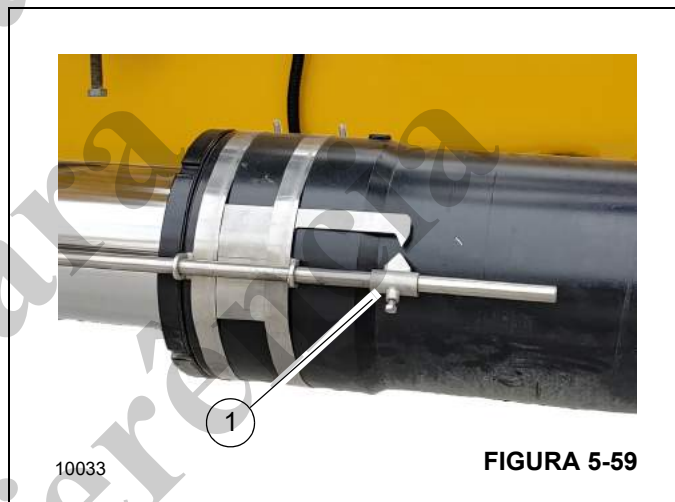

FIGURA 5-59
- Se estiver retraindo uma extensão da lança hidráulica opcional, confirme que o indicador de ângulo (1, Figura 5-59) está alinhado. Se as setas não estiverem alinhadas, ajuste o deslocamento da extensão da lança conforme necessário para alinhar as setas. Para obter mais informações, consulte *Configuração do deslocamento (opcional) da extensão da lança hidráulica*, página 5-84.